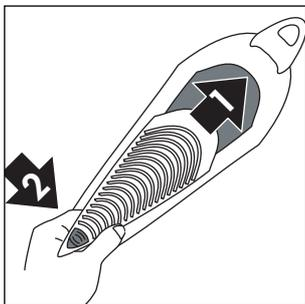

Fig. 19
- 4) Coloque de nuevo la rejilla empezando por la parte superior; después coloque la parte inferior y presione el cursor hacia abajo hasta oír un click (fig. 19).